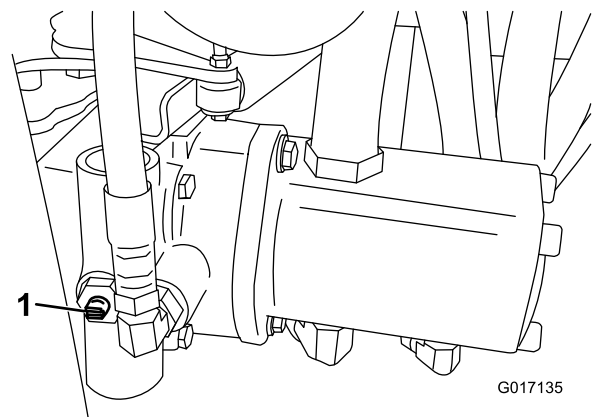

Figura 24
1. Localice la válvula de desvío en la bomba y gírela hasta que la ranura esté en posición vertical (Figura 24).
horizontal (Figura 24). No arranque el motor con la válvula abierta.